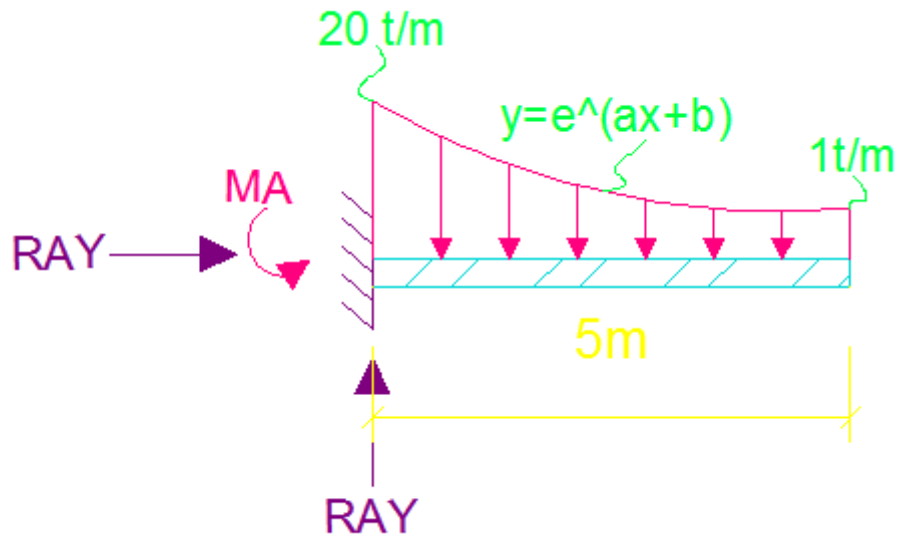

Figura No.9
9.-De la siguiente estructura figura No. 9, calcular las reacciones de los apoyos, obtener la ecuación de la fuerza cortante, momento y fuerza axial y trazar los diagramas correspondientes.